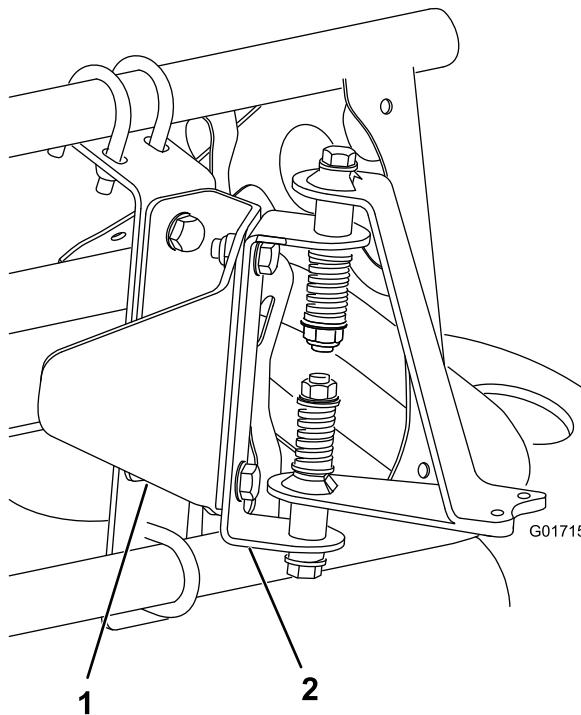
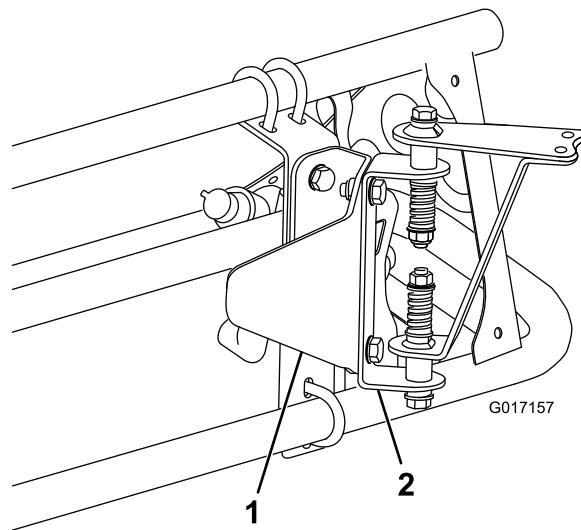

図 11
図 12
3. センサーガードブラケットにセンサー取り付け金具を取り付ける；ボルト (5/16 x 3/4 インチ) (2本) とロックナット (5/16 インチ) (2個) を使用する（カバー付きブームの場合は図 11、カバーなしブームの場合は図 12 を参照）。